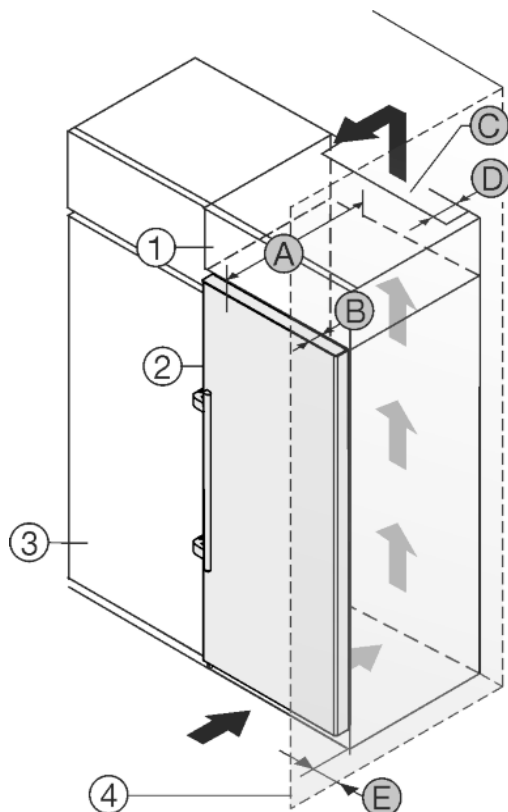

Fig. 9
Das Gerät kann mit Küchenschränken umbaut werden. Um das Gerät Fig. 9 (2) der Küchenzeilenhöhe anzugleichen, kann über dem Gerät ein Aufsatzschrank Fig. 9 (1) angebracht werden.
Das Gerät kann direkt neben dem Küchenschrank Fig. 9 (3) aufgestellt werden. Um die Türe vollständig öffnen zu können, muss das Gerät um die Tiefe Fig. 9 (B) gegenüber der Küchenschrankfront vorstehen. Abhängig von der Tiefe der Küchenschränke und Verwendung von Wandabstandshaltern kann das Gerät weiter herausragen.
- An der Rückseite des Aufsatzschrankes muss ein Ablufschacht mit der Tiefe Fig. 9 (D) über die gesamte Aufsatzschrankbreite vorhanden sein.
- Unter der Raumdecke muss der Entlüftungsquerschnitt Fig. 9 (C) eingehalten werden.
Wenn das Gerät mit den Scharnieren neben einer Wand Fig. 9 (4) aufgestellt wird, muss der Abstand Fig. 9 (E) zwischen Gerät und Wand eingehalten werden. Dies entspricht dem Griffüberstand bei geöffneter Tür.